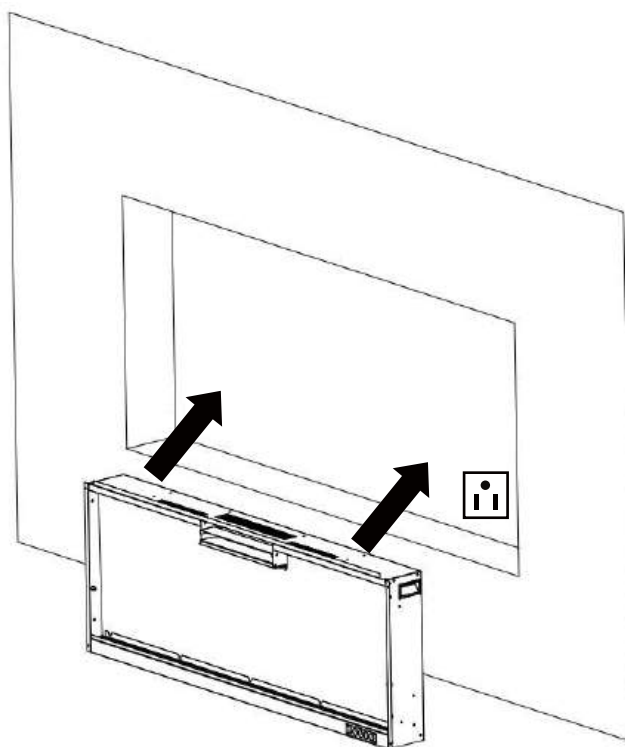
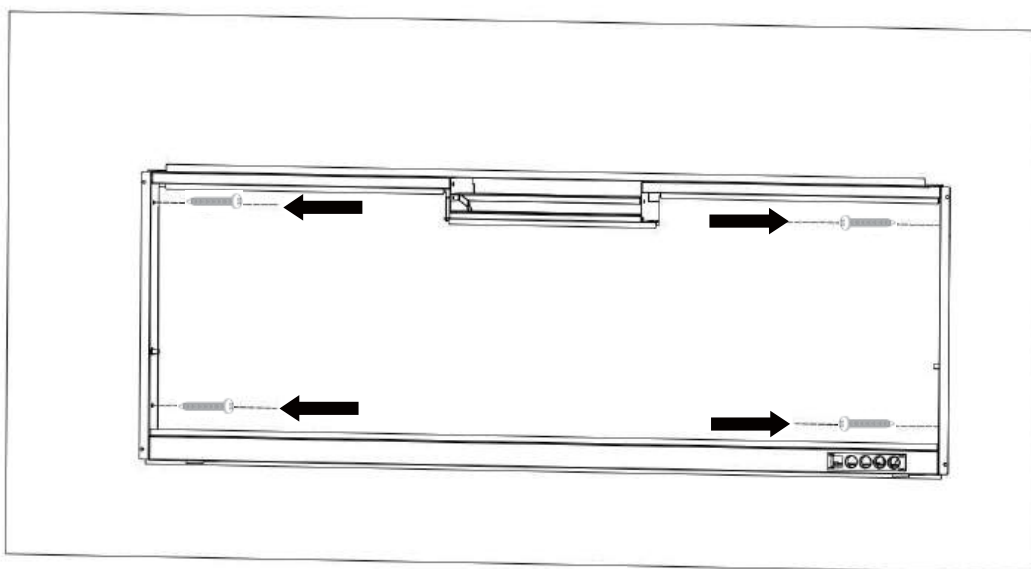

Fig. 2-3
Fig. 2-4
E. Chiedere a due persone adulte di sollevare il caminetto e di inserirlo nel telaio grezzo, quindi fissarlo installando **4** viti per legno (**B**) attraverso i fori (**Fig. 2-3, Fig. 2-4**).